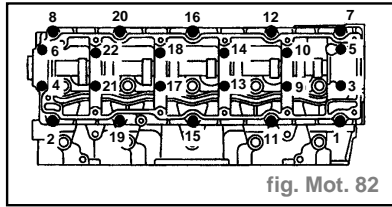

fig. Mot. 82
- Dans l'ordre indiqué, desserrer progressivement les 22 boulons maintenant le support d'arbre à cames sur la culasse jusqu'à ce que les ressorts de soupape ne soient plus sous tension. Enlever les boulons (fig. Mot. 82).